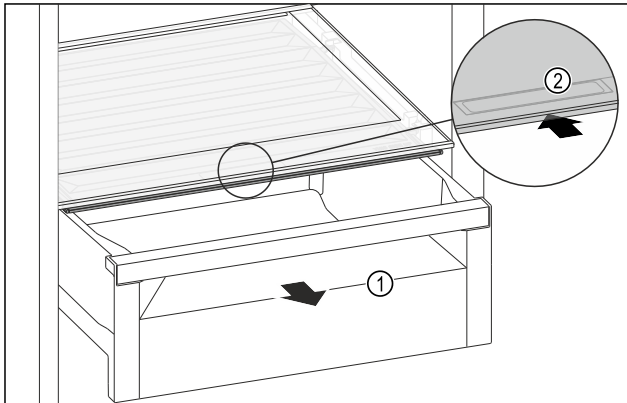

Fig. 66
- Schubfach Fig. 66 (1) herausziehen.
- Griffmulde Fig. 66 (2) am Fachdeckel anfassen und Fachdeckel gleichzeitig nach hinten schieben.